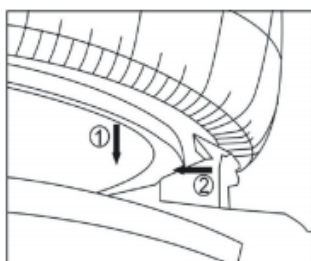

Abb.9
- Ziehen Sie den Schalter A nach unten und lassen Sie die Felge wie in Abb.9 absinken. Drücken Sie erneut das Pedal F, um die Felge mit den vier Backen zu spannen.